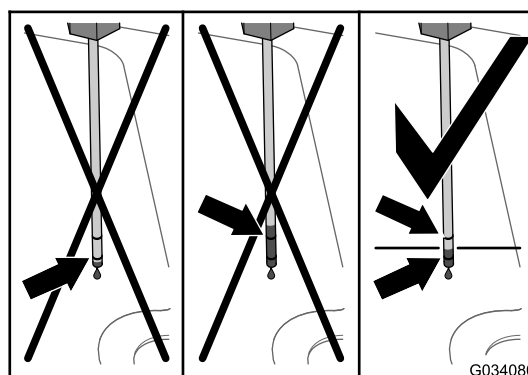

Рисунок 99
6. Извлеките щуп и проверьте уровень рабочей жидкости (Рисунок 99).
7. Залейте гидравлическую жидкость указанного типа через заливную горловину так, чтобы ее уровень находился между двумя отметками на масломерном щупе (Рисунок 99).